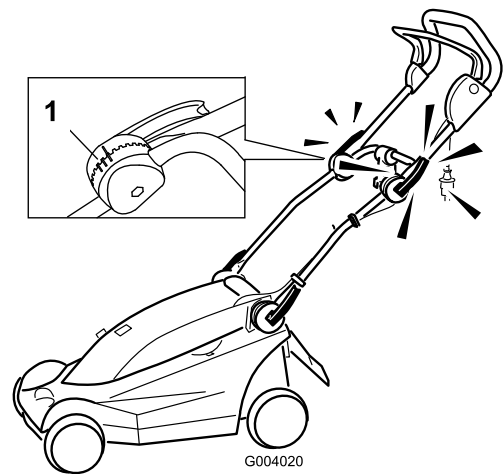

Figure 6
**Remarque:** La partie supérieure du guidon peut être réglée à 3 positions différentes. Alignez le repère sur l'un des 3 repères à l'intérieur du verrou de la partie supérieure du guidon (Figure 6).